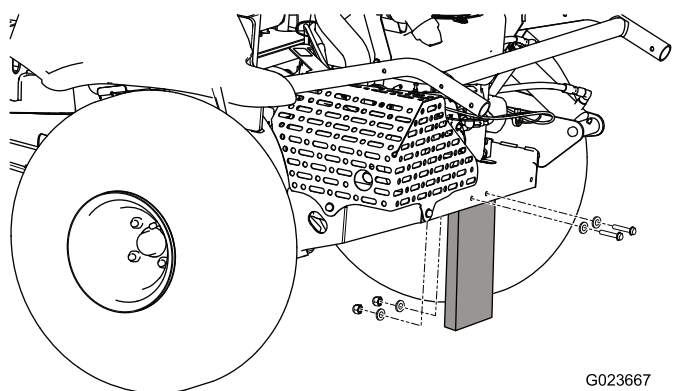

図 3
2. 出荷用ボードとフロア後部とを接続しているナット、ボルト、ワッシャを取り外す 図 3。